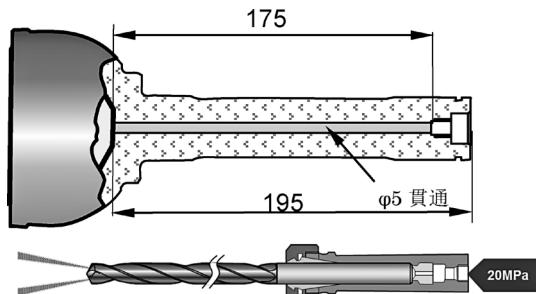

図2 等速ジョイント深穴加工模式図
#### ① 加工概要：中央にφ5の貫通穴を加工する（図2）。